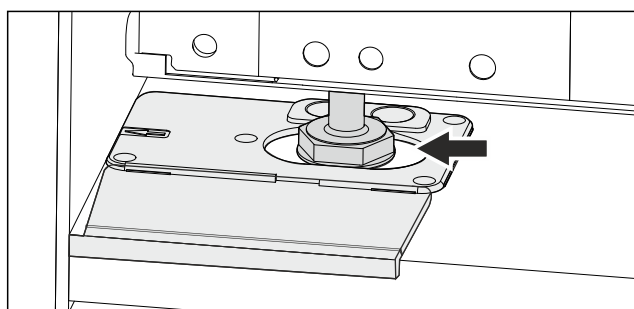

Fig. 47
- ▶ Vyrovnajte spotřebič pomocí seřizovacích nožek. Fig. 47 ()